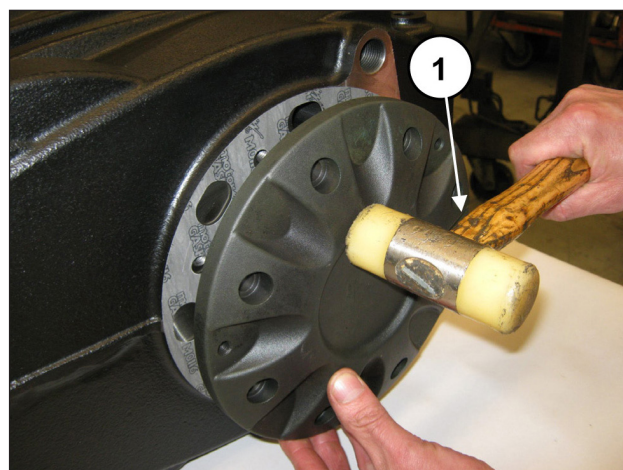

Fig. 59
Montare il coperchio cuscinetto (e relativa guarnizione) utilizzando una massa battente (pos. ①, Fig. 59)